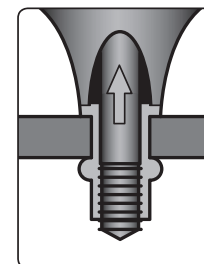

Fig. 6
- 6) Maintenez fermement l'adaptateur de rivet de la perceuse dans une main. Maintenez une position stable et le sens de rotation vers la droite de la tête du mandrin entraînera la connexion des deux pièces (fig. 6).